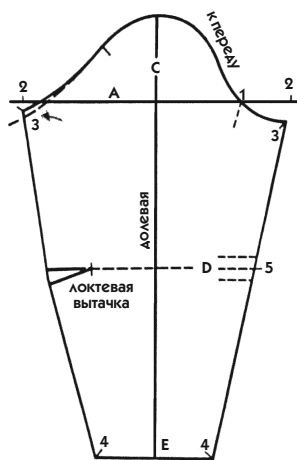

Рис. 367
Для черчения более узкого рукава по линии низа воспользуйтесь пояснениями к рис. 367.
На рис. 359 представлен узкий рукав с вытачкой на локте, предназначенный главным образом для платья. Рукав, который мы рассмотрим сейчас, также чаще всего предназначен для платья, но его можно использовать и для жакетов и пальто, если мода предлагает такой фасон. Рис. 367 демонстрирует прием, которым надо пользоваться, чтобы заузить рукав к запястью.
- На линии Е отложите выбранную величину (в нашем примере это обхват запястья, равный 16 см), распределив ее поровну от линии С (засечки 4 на рис. 367).
В нашем примере к обхвату руки на уровне локтя (24 см) прибавьте 4 см, то есть по линии D отложите 28 см и поставьте засечки 5 и 6 (см. рис. 367).
- От засечки 1 на передней части продлите кривую оката к задней части рукава и при необходимости исправьте линию оката, как указано на рис. 367 (засечка 3, обозначенная стрелкой).
- Излишек длины заднего среза можно припосадить на уровне локтя, но чаще всего на этом месте закладывают вытачку. Отложите эту мерку вниз от засечки 6 и заложите вытачку длиной 6 см вдоль линии D, как показано на рис. 367.
- Проведите их, как указано на рис. 367, длиной 4—5 см, располагая друг от друга на расстоянии 1,5 см.